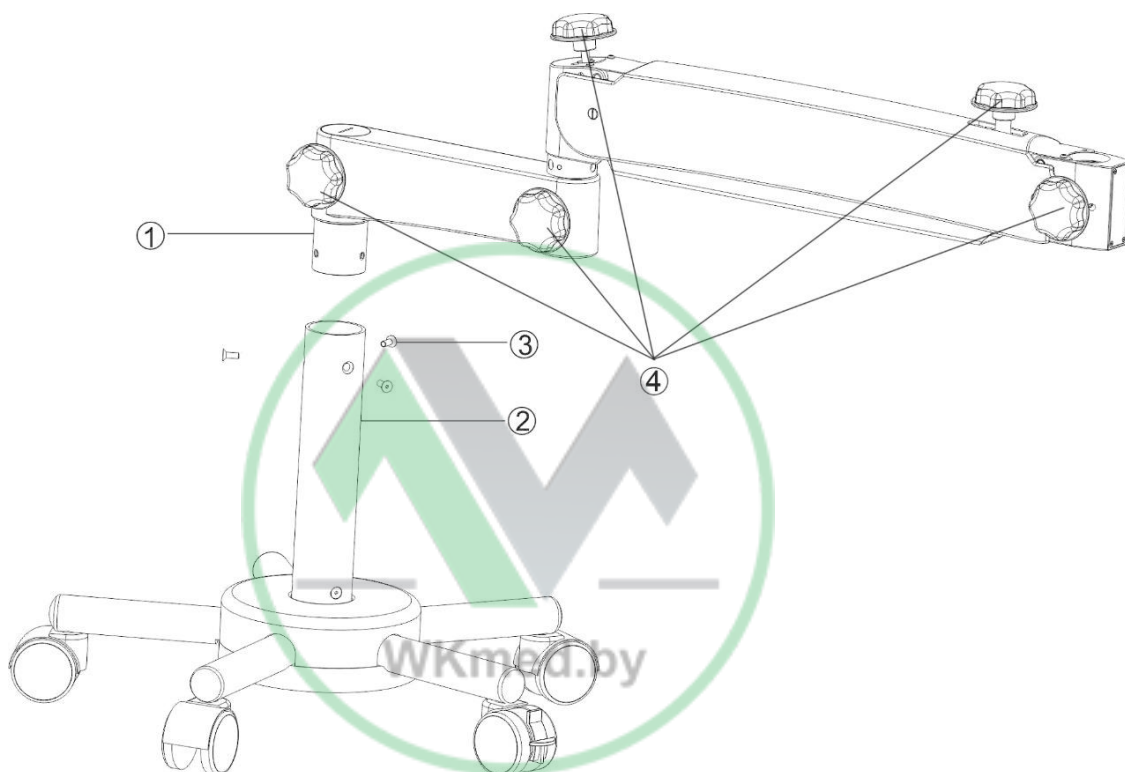

Рис.2
8.1.1 Установите гибкую руку (1) на мобильную стойку (2), привинтите три винта (3), установите ручки управления на соответствующие места (4) как показано на рис. 2.